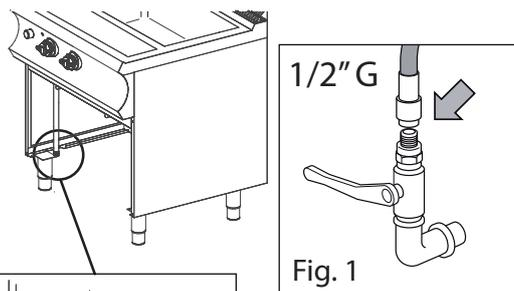

Fig. 1
Cerrar (en su caso) la válvula de alimentación de red (Fig. 1).
- Cerrar la llave de corte arriba del aparato (Fig. 1);
- Cerrar la llave de corte arriba del aparato (Fig. 1).